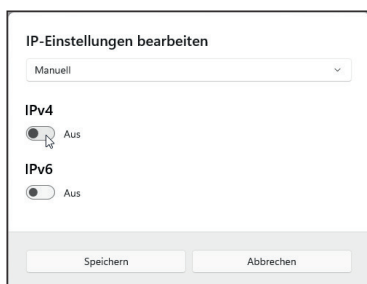

Abb. 5-9: Windows 11, Dialog **IP-Einstellungen bearbeiten**, IP-Optionen
- ☞ Aktivieren Sie als Nächstes das erforderliche Internetprotokoll (**IPv4** oder **IPv6**) (Abb. 5-9).